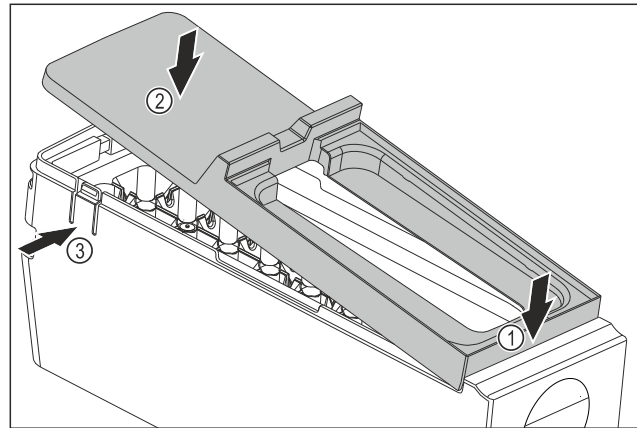

Fig. 77
- ▶ Abdeckung des EasyTwist-Ice-Korpus montieren: Abdeckung vorne ansetzen. Fig. 77 (1)
- ▶ Abdeckung hinten absenken. Fig. 77 (2)
- ▷ Abdeckung rastet hörbar in beiden Laschen Fig. 77 (3) ein.